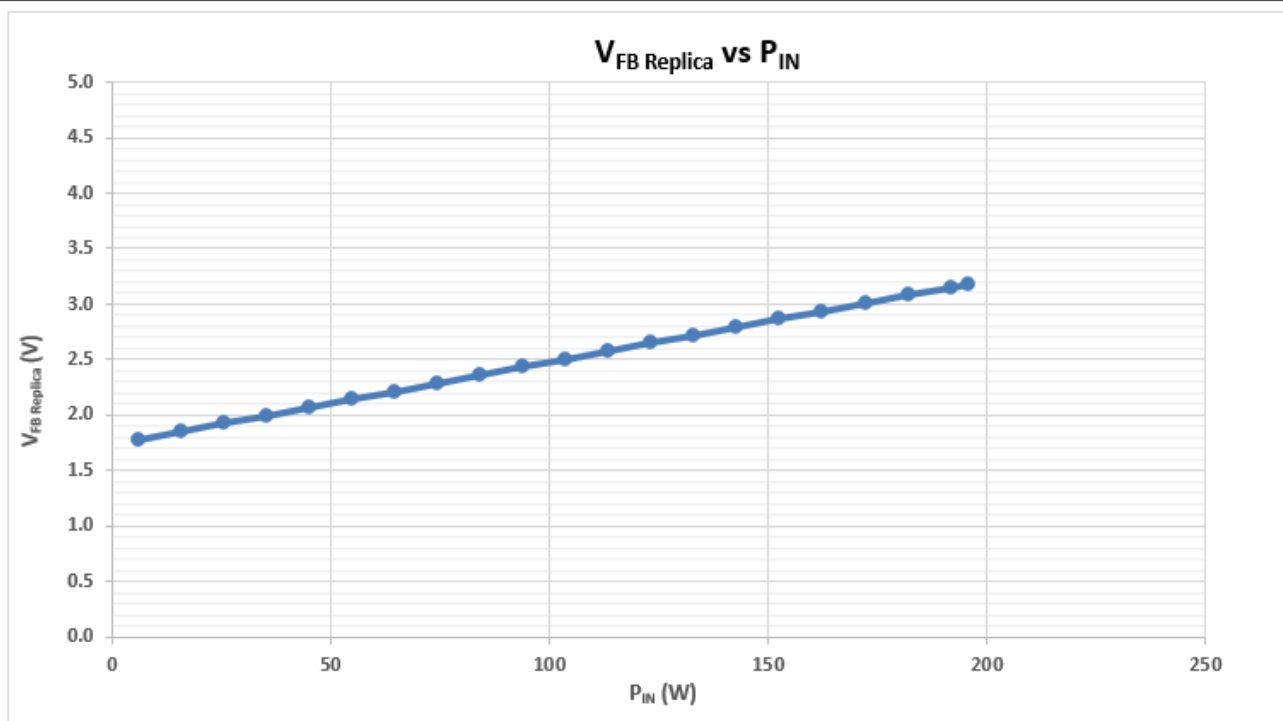

図 1-3. VFBReplica 対ピンのグラフ
2. 図 1-3 に示すように、さまざまな入力電力での FBReplica 電圧とピンの関係のグラフを、全負荷出力電力までではなく、ピーク出力電力を考慮するためにプロットしました。